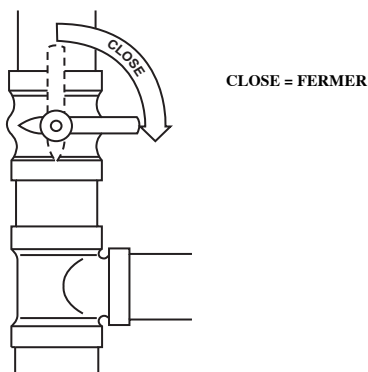

Fig. 16 - Fermer le robinet de gaz manuel externe.
2. Fermer le robinet de gaz manuel externe. Voir fig. 16.